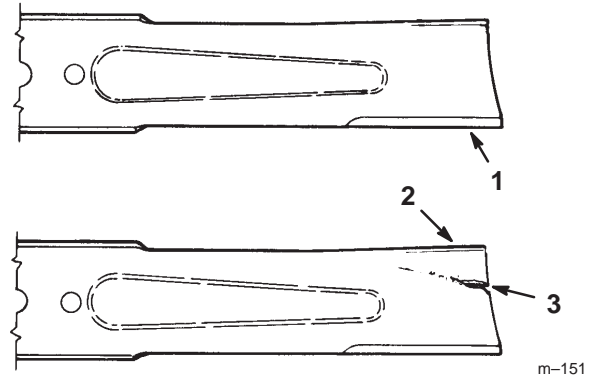

Figure 32
1. Inspectez les tranchants des lames (Fig. 32). Si les lames ne sont pas tranchantes ou si elles présentent des indentations, déposez-les et aiguiser-les (voir Aiguisage des lames, page 33).
2. Inspectez les lames, surtout la partie incurvée (Fig. 32). Remplacez immédiatement toute lame endommagée, usée ou qui présente une entaille (repère 3 de la Fig. 32).